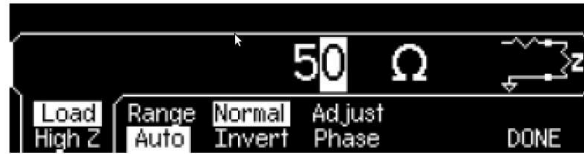

Figura 3.16: Pantalla del generador de señales para seleccionar la impedancia.
ANTES DE SELECCIONAR LOS PARÁMETROS DE LA SEÑAL DESEADA SE DEBE HABILITAR EL MODO DE ALTA IMPEDANCIA (HIGH Z) PULSANDO LA TECLA UTILITY (5) Y A CONTINUACIÓN LA MARCADA CON LOAD. Ver figura 3.16.